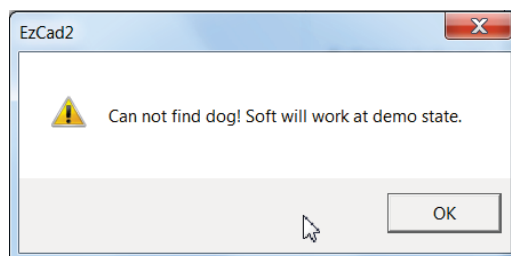

Рисунок 11
- при запуске с выключенным или не подключенным лазерным маркером, или с неправильно установленными драйвером, или при подключении к лазерному маркеру с установленным не оригинальным контроллером внутри, программа запускается в демо режиме, рисунок 11, 12.